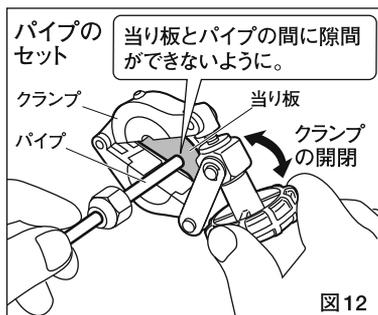

図12
- ②パイプと同じサイズのクランプを選びパイプが当り板に当たる様にセットしてください。（図12）
*ノブを矢印の方向に回すことでクランプは一気に開閉出来ます。（図12）
- ③ パイプが正しくセットされている事を確認しパイプをクランプしてください。(図12、13)